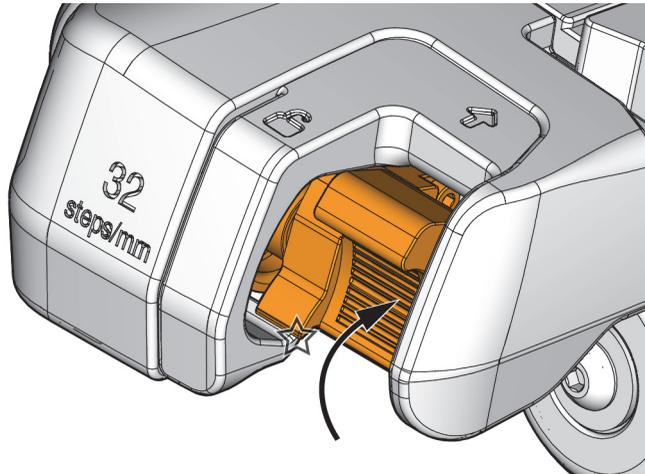

Figure 4-5 Codeur d'index rentré
- ◆ Poussez le poussoir du codeur vers le haut jusqu'à ce qu'il se verrouille sur la languette de dégagement (Figure 4-5 à la page 71).